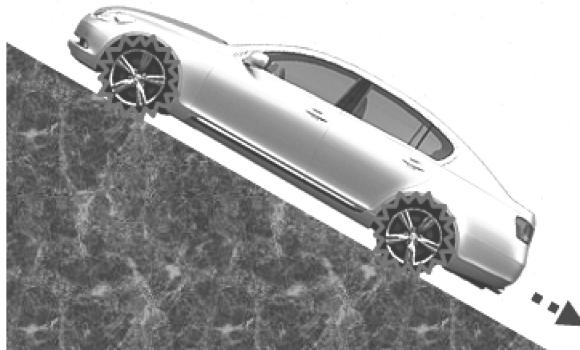

图 1-25 HAC 功用
**学习提示：**HAC 可让车辆在坡上起步时，右脚离开制动踏板的瞬间车辆仍能继续保持制动几秒，以防止车辆后滑，如图 1-25 所示。同时还可以让驾驶人轻松地将脚由制动踏板转向加速踏板。